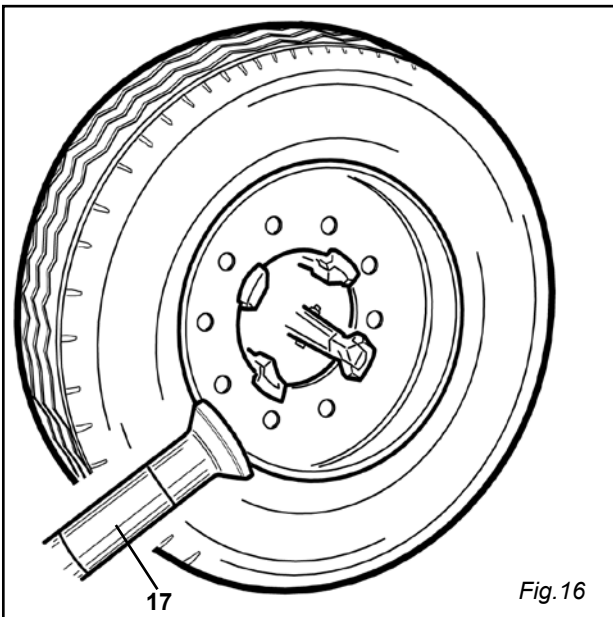

Fig. 16
- 3) Agendo sulle leve (7) (8) fare in modo che il rullo di smontaggio si posizioni in prossimità del bordo del cerchio. (Fig. 16)
- 3) By means of levers (7) and (8) let the roller tool position itself close to the rim edge (fig.16)
- 3) Actionner les leviers (7) (8) de sorte que le rouleau de démontage se positionne près du bord de la jante (fig. 16)
- 3) Hebel (7) (8) betätigen, um Rollenwerkzeug an den Felgenrand zu rücken (Abb.16)
- 3) Actuando sobre las palancas (7) (8) colocar el rodillo de desmontaje cerca del borde de la llanta. (Fig. 16)